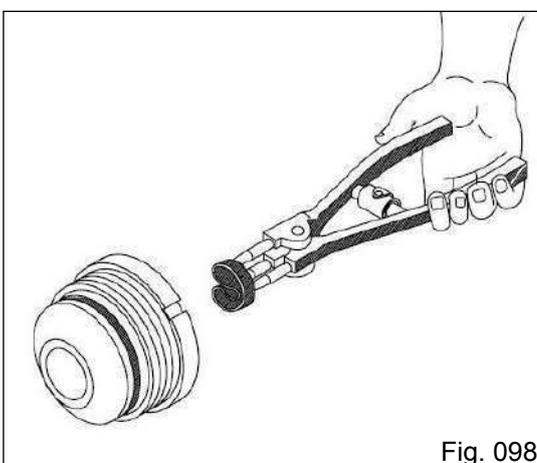

Fig. 098
- Introduza a gaxeta na furação do guia da haste até a altura do alojamento e solte a gaxeta acomodando-a no lugar (Fig. 098);